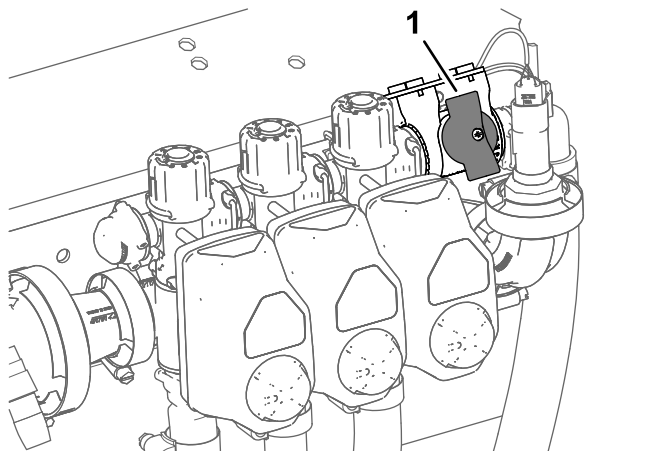

Bild 28
2. Drehen Sie das Handrad für das Abstellventil des Sicherheitsventil des Abschnitts in die geschlossene Stellung (Bild 28).